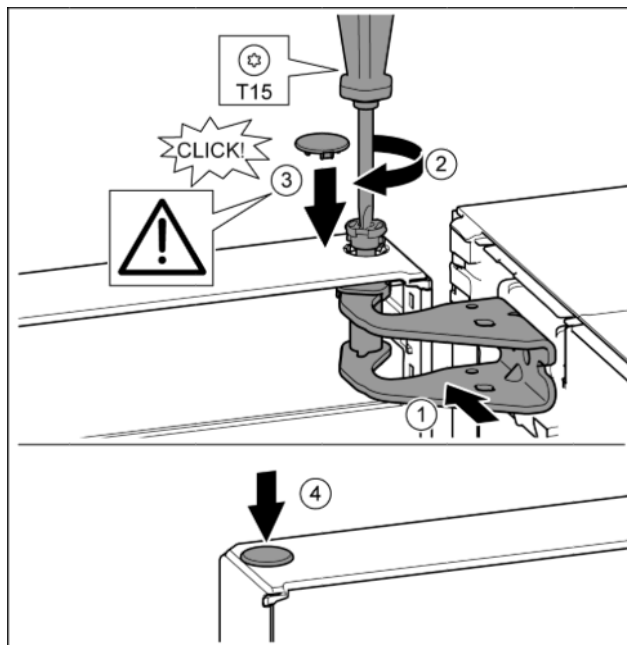

Fig. 20
- ▶ Dveře nahore vyrovnejte s otvorem ve stojanu ložiska. Fig. 20 (1)
- ▶ Vložte čep a pevně jej utáhněte šroubovákem T15. Fig. 20 (2)
- ▶ K zajištění dveří namontujte bezpečnostní kryt: Bezpečnostní kryt nasadte a zkontrolujte, zda přiléhá na dveře. V opačném případě čep zcela zasuňte. Fig. 20 (3)
- ▶ Vložte zátku. Fig. 20 (4)